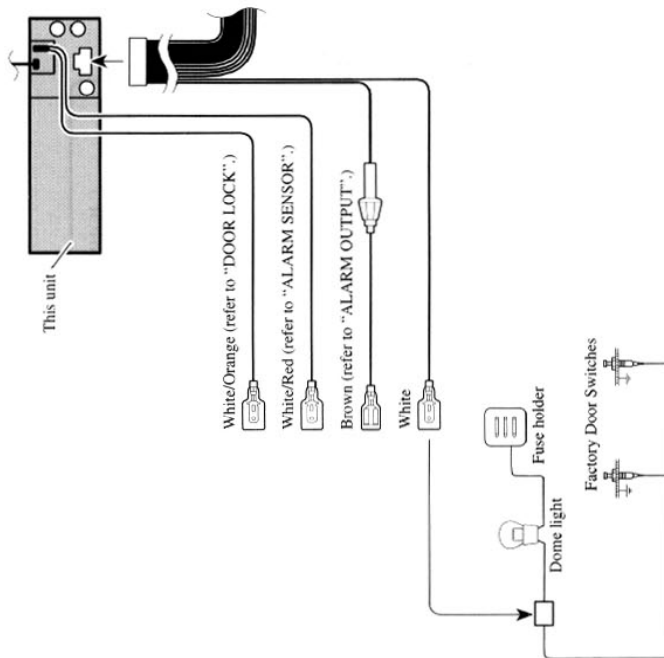

Fig. 28
- White (DOOR SWITCH)** (Fig. 28 & 29)